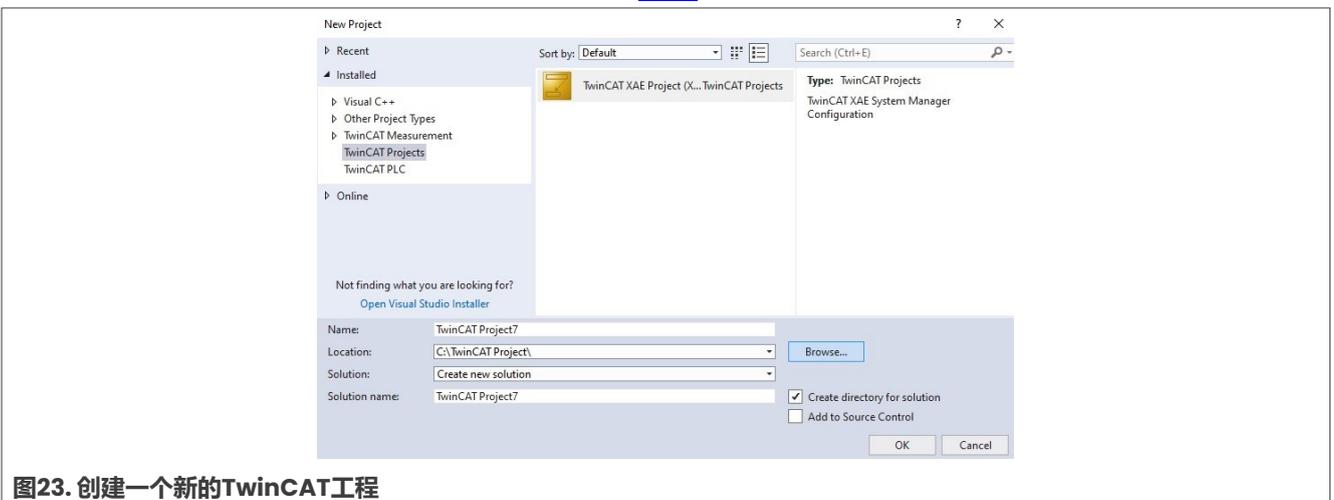

图23. 创建一个新的TwinCAT工程
1. 打开TwinCAT3并新建一个新的TwinCAT工程，如图23所示。